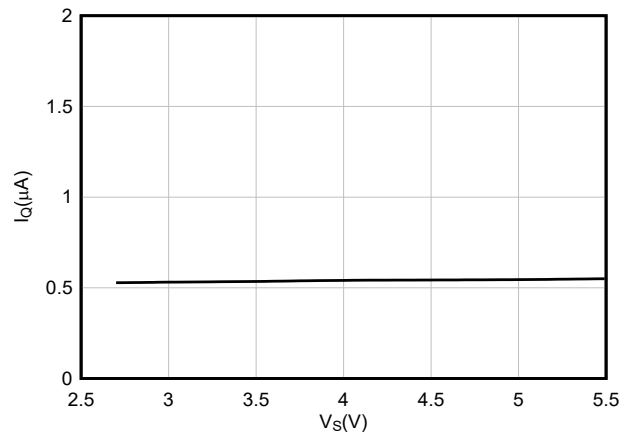

图 7-10. 关断静态电流与电源电压之间的关系
8.4.1 关断模式 (SD)
TMP411 关断模式可关闭除串行接口外的所有器件电路，从而节省更多功率，通常可将电流消耗减少至小于 $3\mu\text{A}$ ；请参阅图 7-10。当配置寄存器的关断位 (SD) 配置为 1'b 时，启用关断模式。编程后，器件会立即进入关断模式并停止任何当前的温度转换。如果在本地温度转换期间进入关断模式，则不会更新本地/远程温度结果。如果在远程温度转换期间进入关断模式，则不会更新远程温度结果，但由于已完成本地温度转换，所以会更新本地温度结果。当关断位 (SD) 配置为 0'b 时，器件将保持连续转换状态。